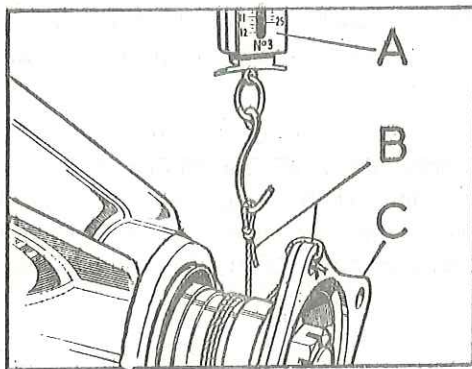

Fig. E-82 Verificación de la precarga de los cojinetes del piñón de ataque
- 3.3.1. Enrollar una cuerda aproximadamente de 1 metro de longitud en el cuello de la brida de arrastre (Fig. E-82).